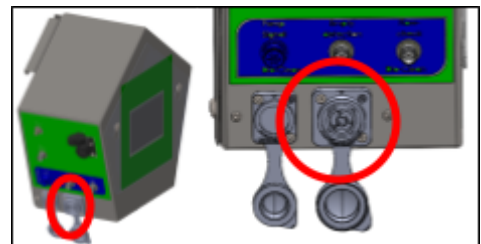

Abbildung 29.
10. Schließen Sie das Kabel mit dem schwarzen Stecker an (siehe Abbildung 29)